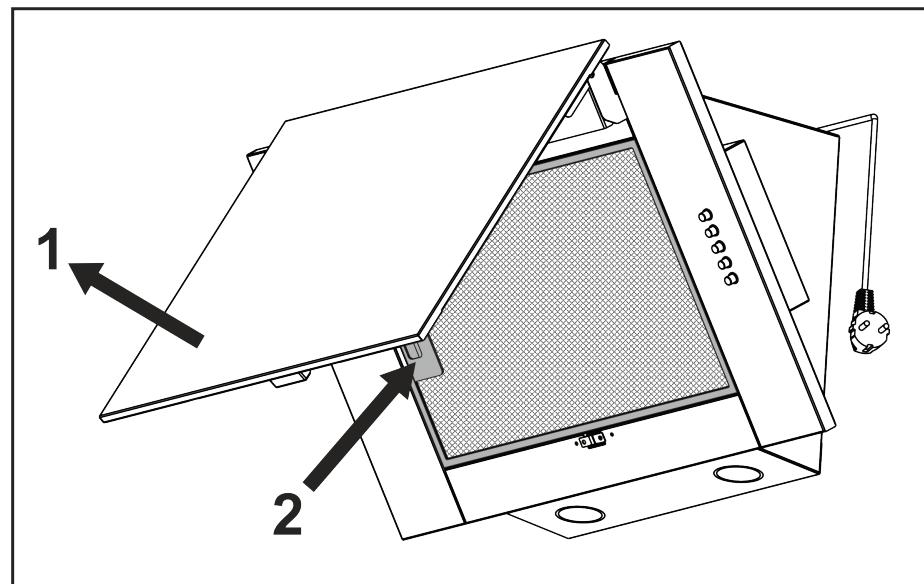

Рис.6
8.7 Для зняття алюмінієвого фільтру (**рис.6**) слід відкрити декоративне скло 1, натиснути на пружинну засувку 2, і потягнувши на себе зняти фільтр з панелі. Встановлення фільтру виконати в зворотному порядку.